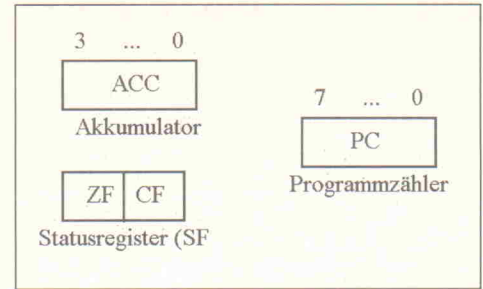

Bild 3. Das Programmiermodell.
Bild 3 zeigt das Programmiermodell der dCPU-4. Es zeichnet sich durch drei Register aus: Den Akkumulator (ACC) als zentrale Speicher- und Ausgangsgröße, das Statusregister (SR) mit dem Zero-Flag (ZF) und dem Carry-Flag (CF) sowie den Programmzähler (PC). Letzter kann 8 Bit breite Werte aufnehmen, also exakt mit dem 8-Bit-Adreßbus (ohne die künstliche Erweiterung) korrespondieren.